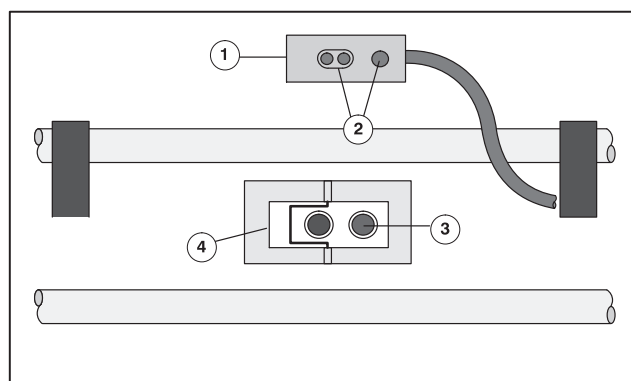

Рис. 2 Механизм контроля листов
- ② Вынуть из оправы верхнюю часть корпуса (Рис. 2/①).
- ③ Сенсор и фотодатчик (Рис. 2/②) в верхней части корпуса очистить сухой тряпкой.
- ④ Фотодатчик (Рис. 2/③) в нижней части корпуса очистить сухой ватной палочкой или сжатым воздухом.
- ⑤ При установке обратить внимание на то, чтобы корпус механизма вошел в паз (Рис. 2/④) на направляющей планке.